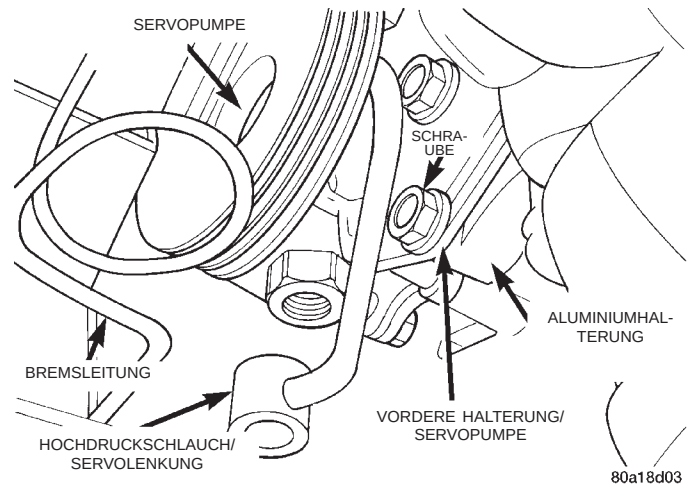

Abb. 27 Befestigung der vorderen Servopumpenhalterung an der Aluminiumhalterung
(8) Die Schraube am Einstellschlitz (Abb. 27) lösen, mit der die vordere Servopumpenhalterung an der Aluminiumhalterung (Aggregateantrieb) am Motor befestigt ist.
(1) Servopumpe und vordere Halterung zusammen im Fahrzeug einbauen (in umgekehrter Reihenfolge wie beim Ausbau).
(2) Servopumpe und vordere Halterung an der Aluminiumhalterung (Aggregateantrieb) am Motor anbauen (Abb. 27). Die Schraube am Einstellschlitz (Abb. 27) locker eindrehen, mit der die vordere Servopumpenhalterung an der Aluminiumhalterung (Aggregateantrieb) befestigt wird.